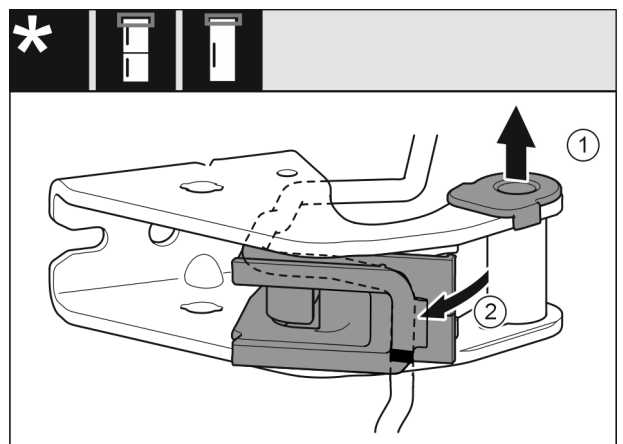

Fig. 26
- Lagerbuchse aus Führung ziehen. *Fig. 26 (1)*
- Kabelhalterung ausschwenken. *Fig. 26 (2)*